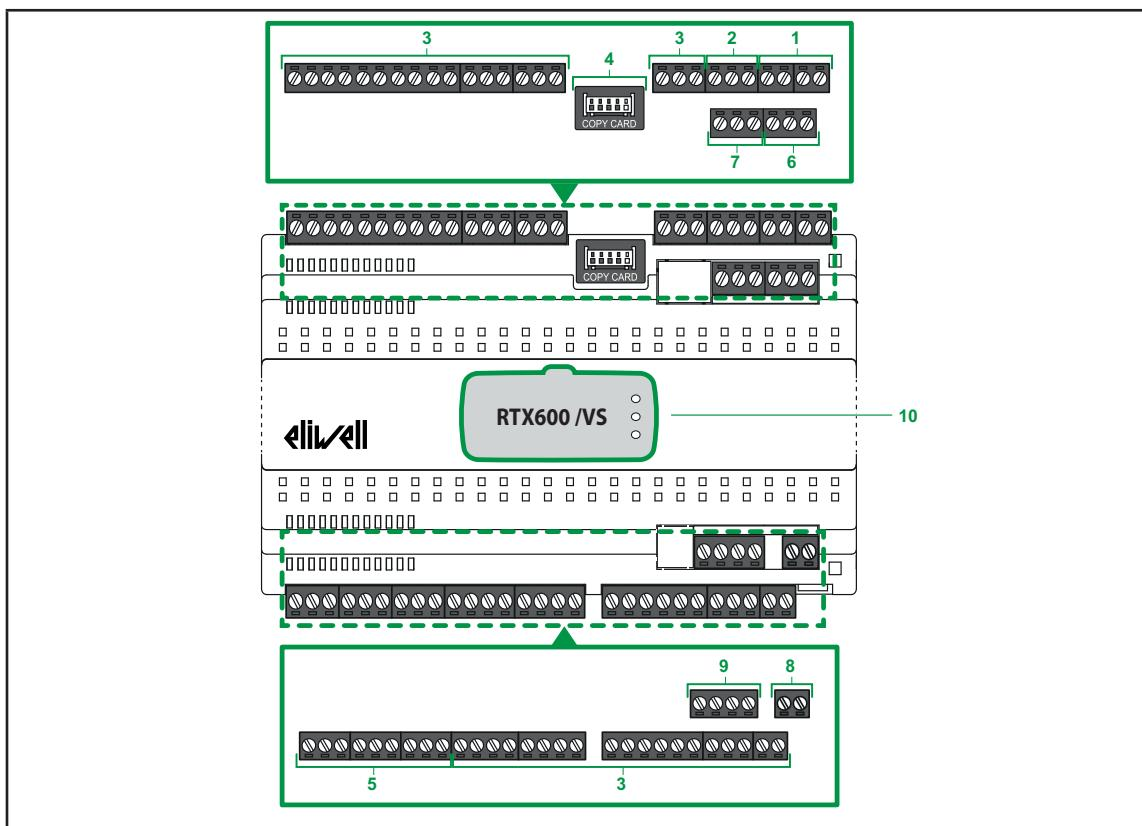

Рис. 3. Основные компоненты RTX 600 /VS
**ПОМНИТЕ:** Рис. 3 на странице 16 показывает прибор RTX 600 /VS со съемными блоками клемм.